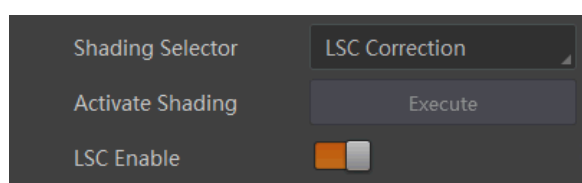

图12-13 LSC 矫正
3. 开启 *LSC Enable* 参数, 使能矫正功能, 如图 12-13 所示。